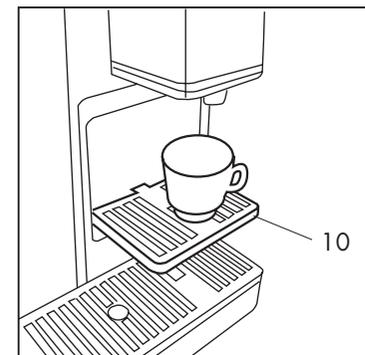

Abb. 7
Um einen Tee oder eine große Tasse zuzubereiten, die Halterung für die kleine Tasse (10) schließen. Die Halterung (10) nach unten verstellen, um einen richtigen Espresso vorzubereiten und eine kleine Tasse zu verwenden. (Abb. 7)